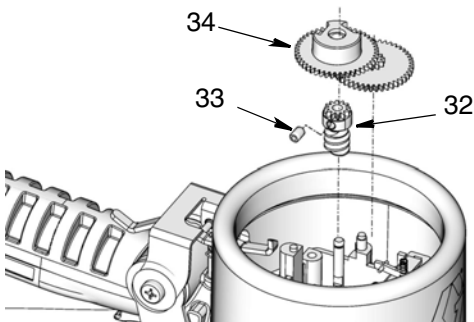

ABB. 32
Die Zahnrad-Stellschraube (33) mit einem 2-mm-Sechskantschlüssel festziehen. (ABB. 32).